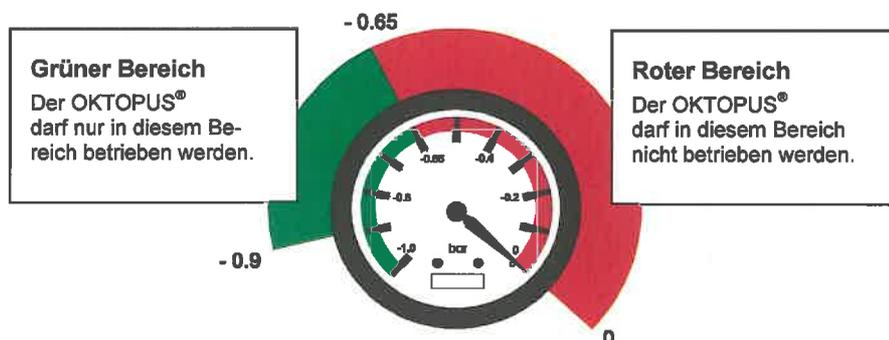

Abb. 9: Vakuummanometer
Die Betriebsbereitschaft des am Kran montierten OKTOPUS® GLASS-Jack GL-RN 400/600/800 ist gegeben, wenn in beiden Vakuumtanks genügend Unterdruck vorhanden ist. Über die Vakuummanometer wird der aktuelle Unterdruck ständig angezeigt (Abb. 9).
- ⇒ Nachdem die rote Warnleuchte und die Warnhupe erloschen sind, die Vakuummanometer anzeigen, dass der Arbeitsbereich (s. Abb. 9) erreicht wurde, die grüne Signalleuchte leuchtet und Sie sich vergewissert haben, dass sich niemand im Gefahrenbereich aufhält, können Sie die Last anheben.